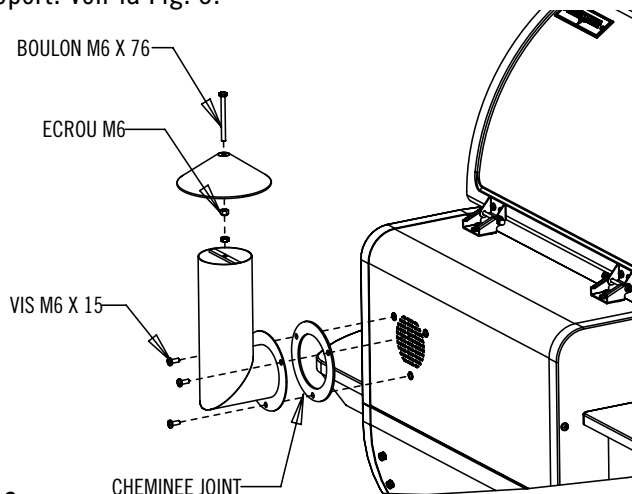

FIG. 3
la Fig. 3. S'assurer que le joint de la cheminée est placé entre le barbecue et la cheminée.
3. Placer le boulon M6 x 76 à travers le chapeau de la cheminée et l'attacher au moyen d'un (1) écrou M6. Visser le second écrou sur le boulon en laissant environ 3,8 cm à partir de l'extrémité supérieure du chapeau. Visser l'ensemble du chapeau vers le bas dans le support de la cheminée jusqu'à ce que l'écrou du bas touche le support. Voir la Fig. 3.